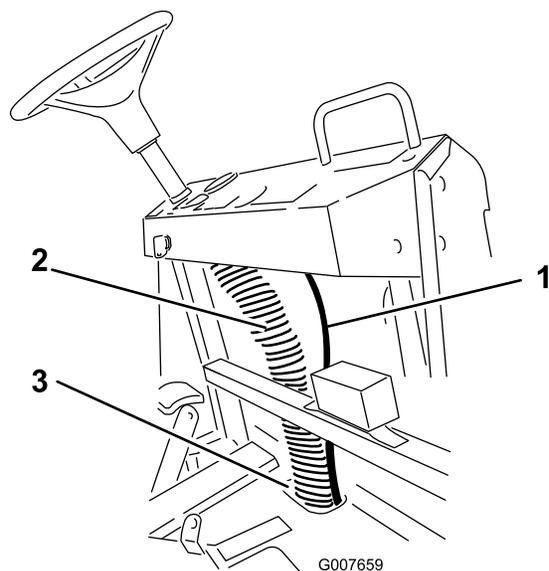

Figura 14
5. Sujete la manguera a la columna de cables existente (Figura 14).
4. Pase la manguera hacia arriba, por detrás del lado derecho del salpicadero (Figura 14).